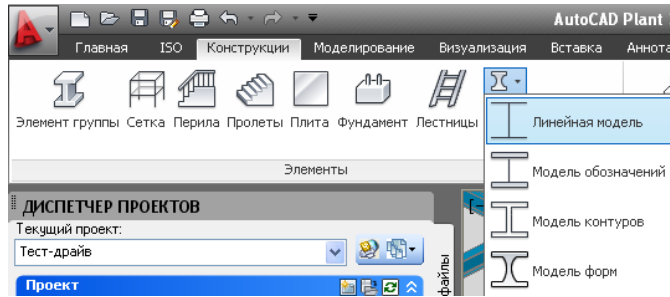

Рис. 50
5. Соедините колонны балками. Для удобства использования привязок к **Конечным точкам** переключимся в режим отображения **Линейная модель** (Рис. 50).